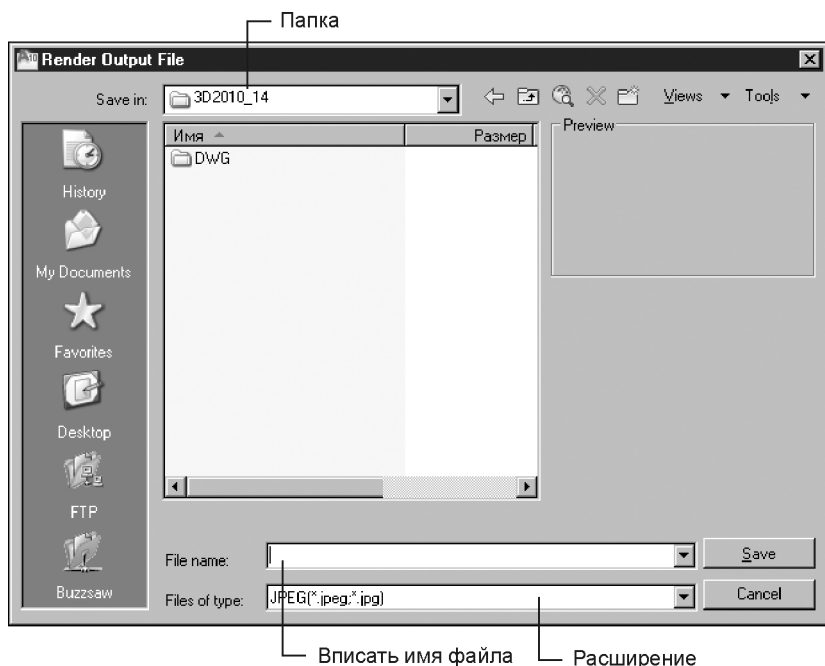

Рис. 14.13. Диалоговое окно **Render Output File** для настройки сохранения тонированного изображения
5. В этой же строке щелкните кнопку с точками , чтобы вызвать диалоговое окно **Render Output File** (Выходной файл тонирования) (рис. 14.13). Задайте в нем папку, имя и расширение файла, в котором будет сохранено растровое изображение. Нажмите кнопку **Save**.
4. В диалоговом окне **Render Output File** (Выходной файл тонирования) (см. рис. 14.13) задайте папку, имя и расширение файла, в котором будет сохранено растровое изображение.
3. Выберите в меню этого окна **File | Save** (Файл | Сохранить), а затем в появившемся диалоговом окне **Render Output File** (Выходной файл тонирования) (см. рис. 14.13) задайте папку, имя и расширение файла, в котором будет сохранено тонированное изображение.